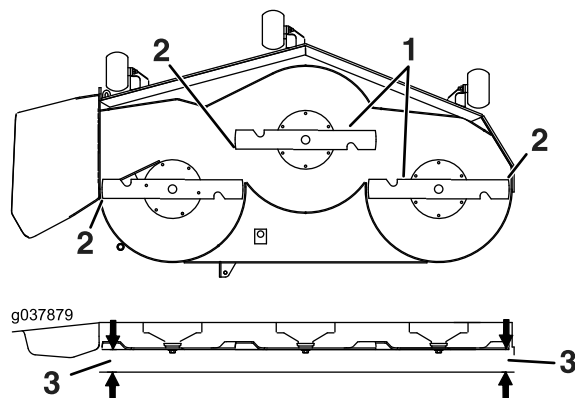

Figura 81
6. Măsurați de la vârful lamei până la suprafața plană (Figura 81). Dacă ambele măsurători nu sunt mai mici de 5 mm, reglați planeitatea; continuați cu această procedură.
14. Rotii cu atenție lamele dintr-o parte în cealaltă (Figura 81).